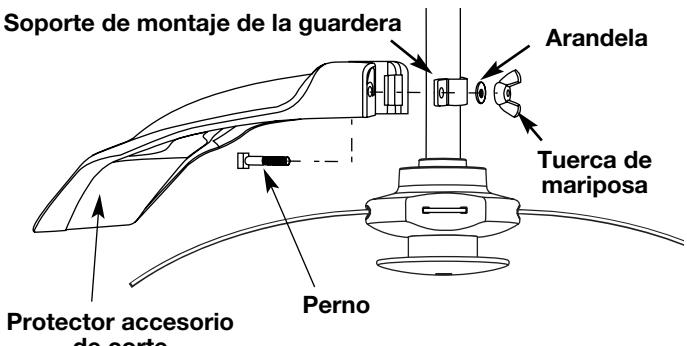

Fig. 2
- Desde el interior del protector del accesorio de corte, empuje el perno cuadrado a través del orificio hasta que el extremo con roscas sobresalga a través del soporte de montaje de la guardera (Fig. 2).